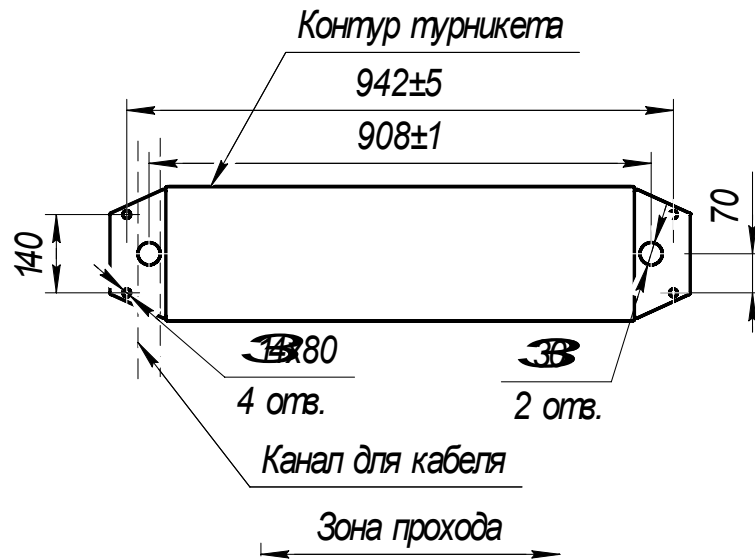

Рис. 7
2) Подготовить в полу отверстие под крепежные элементы (см. Рис. 7) и паз для прокладки кабелей.